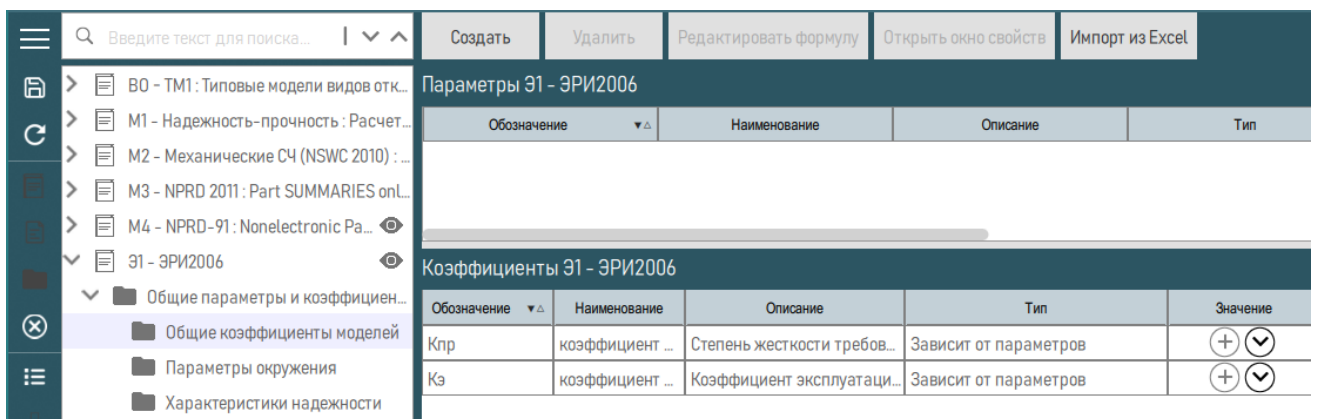

Рисунок 91 – Вид рабочей области
6) Созданный коэффициент будет добавлен в таблицу справочника (рисунок 91).